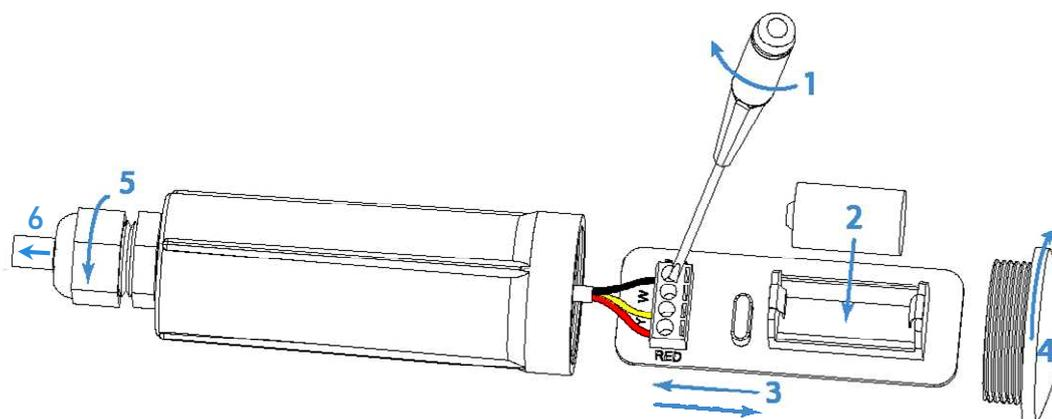

Рис. 2.1 - Подключение зонда Probe B0 к клеммнику
1. Открутите торцевую крышку **4** корпуса тега, вращая её против часовой стрелки. Выньте плату тега **3** из его корпуса (см. Рис. 2.1).
4. Ослабьте зажимы клеммного блока, распложенного на краю платы тега, открутив каждый винт блока на 2÷3 оборота против часовой стрелки с помощью отвёртки **1**. Вставьте концы трёх цветных проводов зонда в клеммный блок, соблюдая при этом цветовую маркировку, показанную на Рис. 2.1. Затяните винты клеммного блока с помощью отвёртки.
5. Извлеките бумажную изолирующую ленточку, отделяющую полюс батареи питания от одного из контактов холдера, расположенного на плате тега. Либо выньте из упаковки и вставьте в холдер поставляемую в комплекте тега батарею **2** типоразмера 1/2AA (см. Рис. 2.1). Светодиодный индикатор на печатной плате должен начать мигать, ожидая подключения тега к менеджеру.